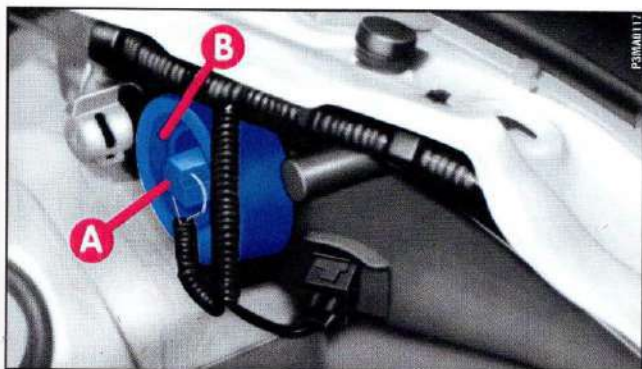

fig. 12
1) Sfilare prima il connettore **A**-fig. 12 e poi il riparo in gomma **B**.